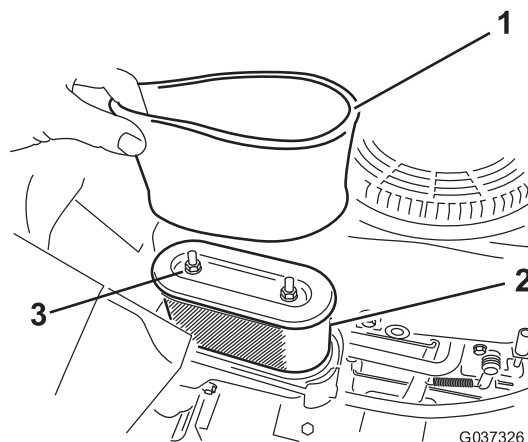

Figure 19
4. Retirez les 2 écrous qui fixent le filtre au boîtier (Figure 19).
1. Placez l'élément en mousse sur l'élément en papier (Figure 19).
3. Fixez le filtre au boîtier avec les 2 écrous (Figure 19).